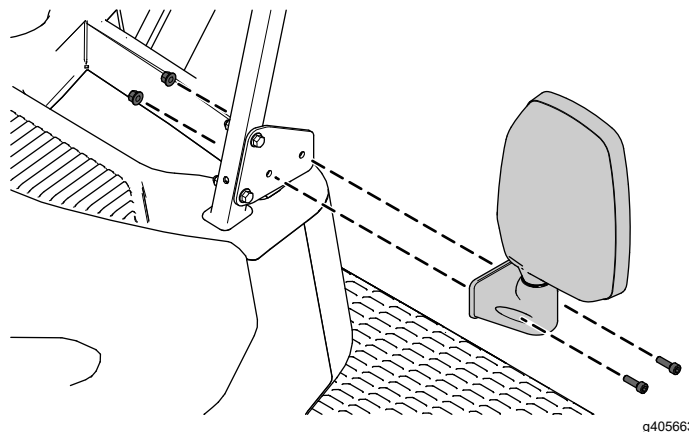
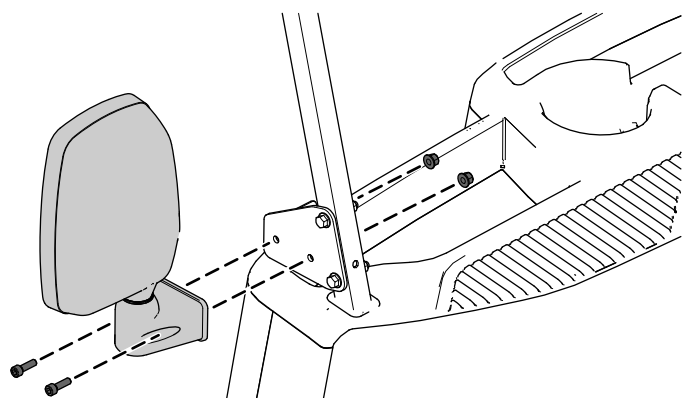

図 4
図 5
2. ミラーをマウントに固定する六角ソケットヘッドボルト 2 本とロックナット 6 mm 2 個で 図 4 または図 5 のように取り付ける。